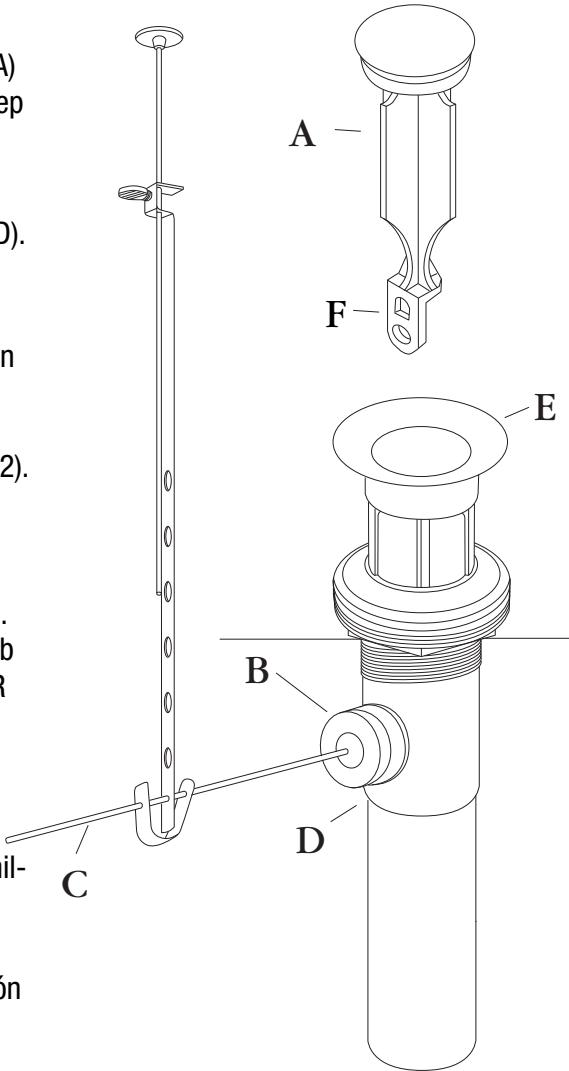
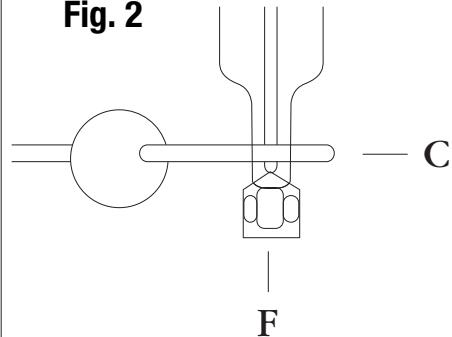

Fig. 2
Fig. 3
1. Pull up on existing Pop-Up Stopper (A) in sink. If Stopper lifts out, skip to Step 4. If not, move to next step.
2. Underneath sink, unscrew Nut (B) securing Ball Rod (C) in Drain Body (D).
3. Slide Ball Rod (C) out until Pop-Up Stopper (A) will lift out of sink.
4. Place new Pop-Up Stopper (A) in Drain (E). To allow for easy lift out of sink, place Pop-Up Stopper (A) in Drain (E) so Tab (F) is beside Ball Rod (C) (Fig. 2). To secure in sink, place Pop-Up Stopper (A) in Drain (E) so Tab (F) is pointed toward opening where Ball Rod (C) enters Drain Body (D) (Fig 3). Insert Ball Rod (C) through hole in Tab (F) and tighten Nut (B). DO NOT OVER TIGHTEN.
1. Hala hacia arriba el Tapón (A) Emergente del lavamanos. Si el Tapón sale, salta hasta el Paso 4. Si no, continúa con el siguiente paso.
2. Por debajo del lavamanos, desenrosca la Tuerca (B) que sujeta la Varilla de Bola (C) en el Cuerpo del Desague (D).
3. Desliza la varilla de Bola (C) hacia afuera hasta sacar del lavamanos el Tapón (A) Emergente.
4. Coloca el nuevo Tapón (A) Emergente en el desagüe (E). Para saca fácilmente del lavamanos, coloca el Tapón (A) Emergente en el desagüe (E) de modo que la lengüeta (F) esté al lado de la Varilla de Bola (C) (fig. 2). Para fijar el lavamanos, coloca el Tapón (A) Emergente en el desagüe (E) de modo que la Lengüeta (F) apunte hacia la abertura donde Varilla de Bola (C) entra en el Cuerpo de Desague (D) (fig. 3). Inserta la Varilla de Bola (C) a través del orificio en la Lengüeta (F) y aprieta la tuerca (B). NO APRIETES DEMASIADO.